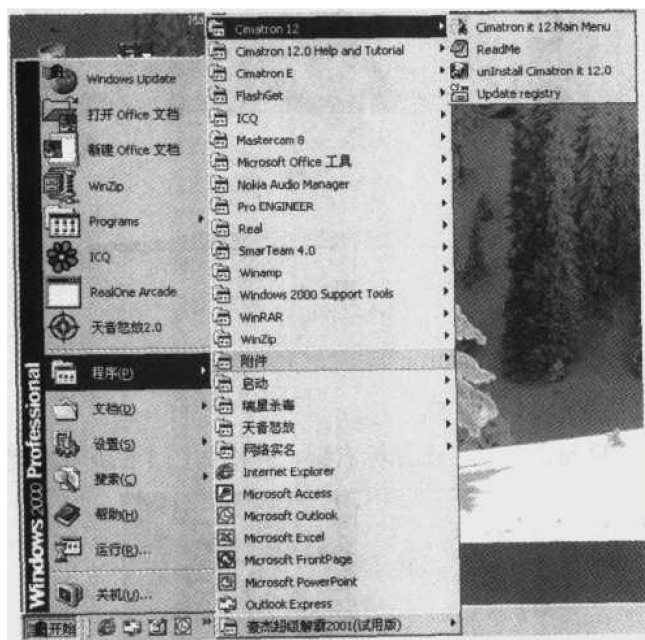
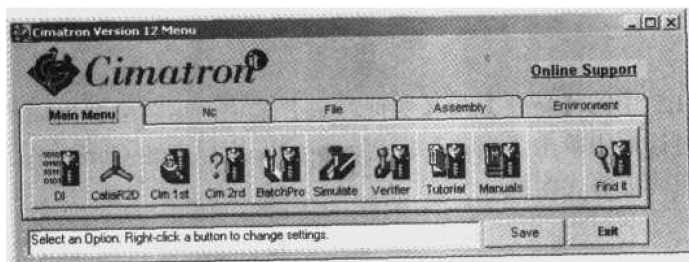
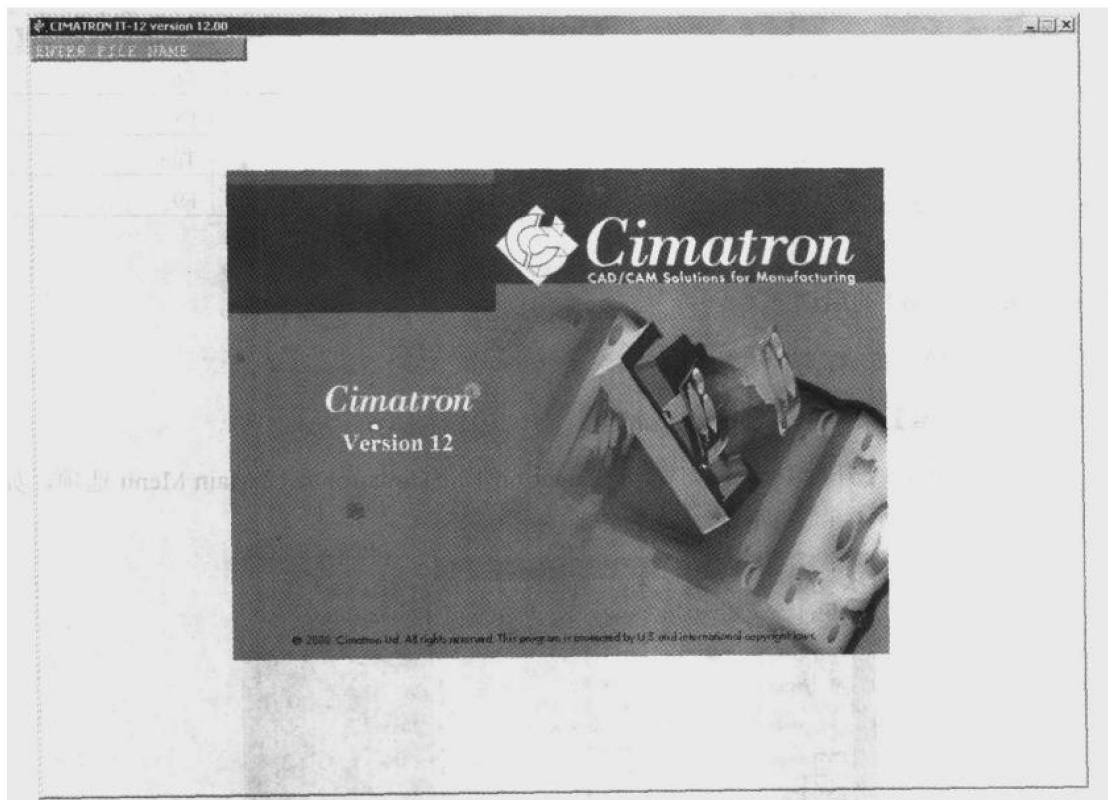

图1.2
图1.3
图 1.4
- (1) 依次单击【开始】→【程序】→Cimatron 12→Cimatron it 12 Main Menu 选项, 如图 1.2 所示, 得到如图 1.3 所示界面。
(2) 单击如图 1.3 所示的界面中 Cim 1st 选项, 即可启动 Cimatron[®], 如图 1.4 所示。
- (5) 双击桌面快捷方式, 即可启动 Cimatron[®](图 1.4)。